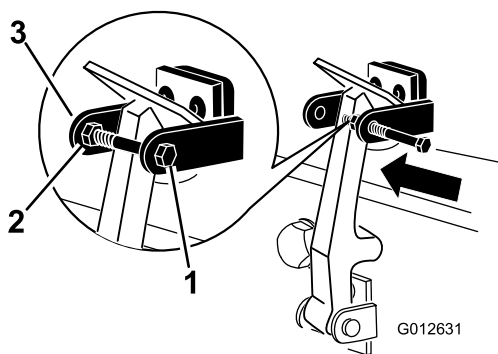

Bild 9
7. Schrauben Sie die Schraube in den anderen Arm der Motorhaubenhalterung, um den Riegel zu arretieren (**Bild 9**). Ziehen Sie die Schraube (nicht die Mutter) an.